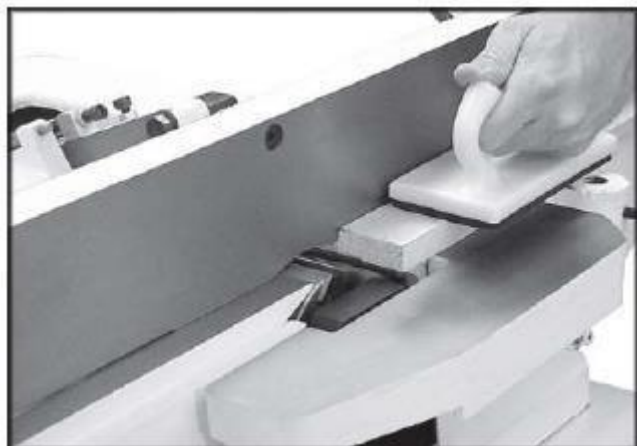

Рис. 33
1. Отрегулировать параллельный упор так, чтобы расстояние между концами ножей и параллельного упора было равным ширине шпунта (*Рис. 33*).